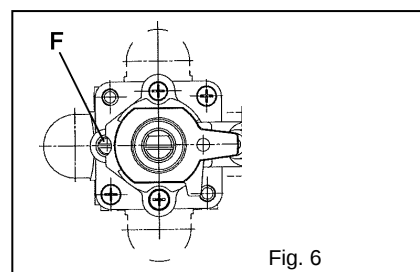

Fig. 6
5.5 Réglage du débit minimum (Fig. 6)
Pour éteindre la veilleuse et le brûleur principal, tourner la manette sur la position "●" éteint. (Fig. 6)